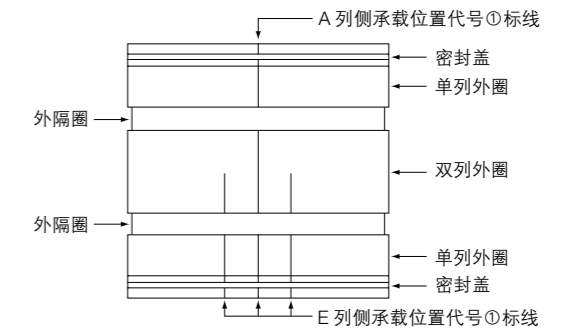

图 3.17 承载位置代号①标线
- (1) 装好的轴承，从侧面看，在承载位置代号①的外径面上标有线条，要确认各线条 1 条从 A 列到 E 列在同一直线上，3 条从中间到 E 列在同一直线上（见图 3.17）。另外，外圈外径与外隔圈上出现凸凹不平时，要用木槌等轻轻敲打，敲平外隔圈高出外圈外径的部分。
- (2) 确认主密封圈，中密封圈及 O 形密封圈等已安装到位。
- (3) 给装好的轴承外径面及端面整体薄涂润滑脂。
- (4) 给装好的轴承内径面涂足辊颈专用润滑脂。